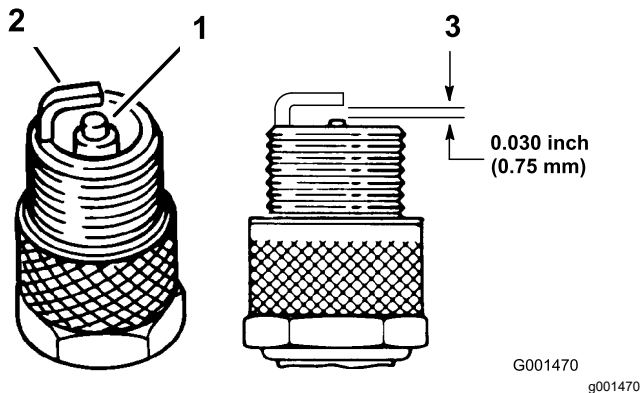

Figura 27
1. Mire la parte central de las bujías (Figura 27). Si se observa un color gris o marrón
2. Compruebe la separación entre los electrodos central y lateral (Figura 27). Si la distancia no es correcta, doble el electrodo lateral.